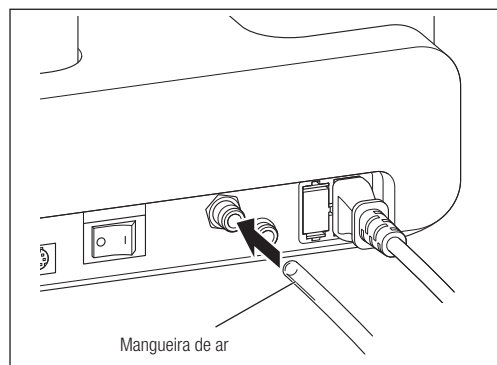

Fig. 2
- 1) Introduza uma extremidade da mangueira de ar no conector da mangueira de ar (Fig. 2).